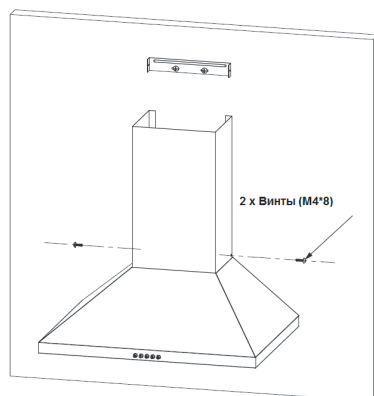

Рис. 8
6. Закрепите вытяжку. См. Рис.8.